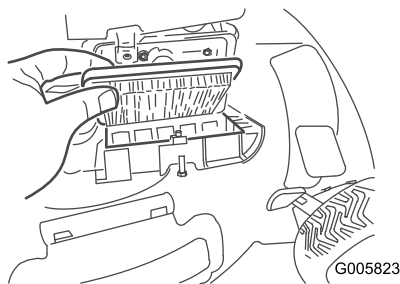

Figura 35
3. Cambie el filtro de aire (Figura 35).